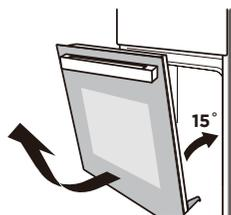

Figura 2
2. Cierre la puerta en un ángulo de 15° aproximadamente. Levante y retire lentamente la puerta del horno. (Figura 2)